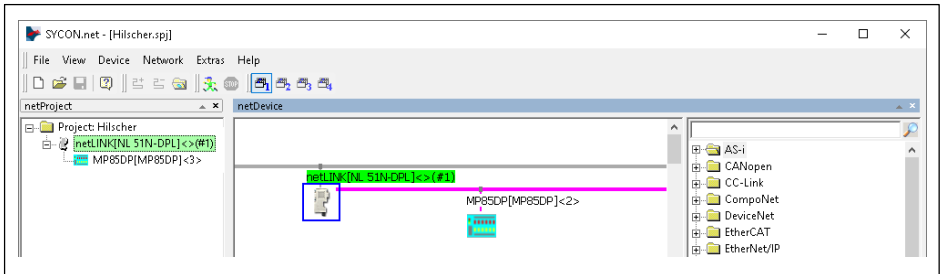

Fig. 4.10 La passerelle est connectée
- Sélectionnez **Connect** dans le menu contextuel de la passerelle (Fig. 4.10).